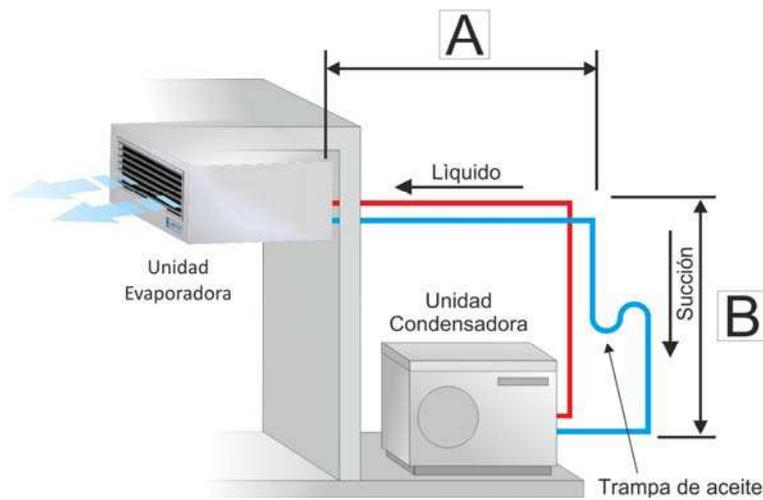

Fig. 3
- Cuando la unidad interior sea instalada por **encima** del nivel de la unidad condensadora, deberá realizarse una trampa de aceite en la línea de succión a la salida de la misma y a continuación de esta una "U" invertida, la cual no debe superar el punto más alto de la unidad interior. Fig. 3